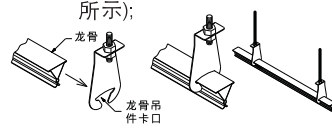

图11
- 3.吊杆另一端与天花板固定，将龙骨套入龙骨吊件卡口内(如图11所示)；